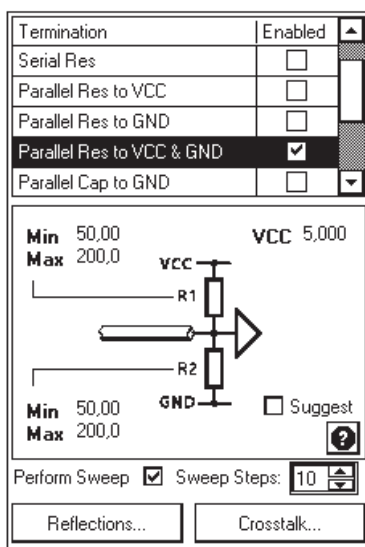

Рис. 8.66. Панель настройки режимов согласования
- ☐ в области **Termination** располагается список из восьми способов подключения виртуальных согласующих элементов к входным или выходным IBIS-буферам микросхем (рис. 8.66):
□ в поле ниже области **Termination** выводится схематическое изображение, демонстрирующее выбранный способ подключения согласующих элементов и численные значения параметров этих элементов, которые могут быть изменены непосредственным вводом с клавиатуры. Кнопка подсказки  открывает текстовый комментарий к каждому выбранному способу согласования (рис. 8.66).
В качестве элементов согласования назначим виртуальные согласующие цепочки из двух резисторов сопротивлением 140 Ом каждый — к цепи питания VCC и «земли» GND (см. рис. 8.66). Программа присоединяет эти цепи к входным буферам микросхемы DD2 — к контактам 12 и 13.
На рис. 8.66 приведены результаты анализа отражений при вариации значений сопротивления резисторов согласующей цепи.
Вариация параметров элементов согласующей цепи выполняется, если в диалоговом окне **Signal Integrity** установлен флажок **Perform Sweep** (см. рис. 8.66).